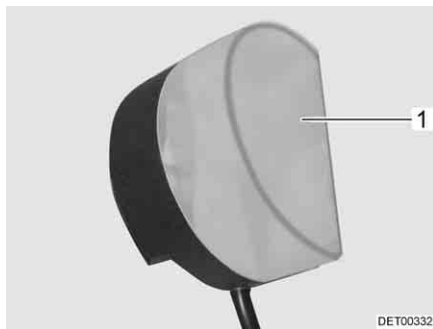

Bild 248 Kleiderschrankleuchte
- Leuchtenabdeckung (Bild 248,1) leicht zusammendrücken und abnehmen.